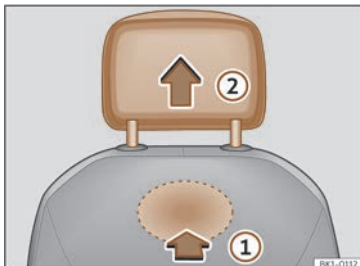

Fig. 98 Appuie-tête avant : démontage.
- Pour le déverrouiller, localiser l'évidement à l'arrière du dossier sur la zone marquée et appuyez dans le sens de la flèche >>> fig. 98 ①.
- Retirez l'appuie-tête dans la direction de la flèche ②.